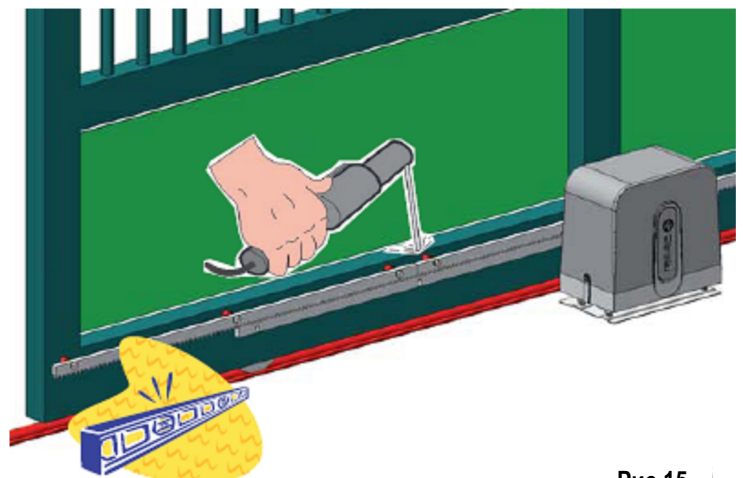

Рис.15
5. Следующая рейка помещается рядом с установленной с помощью куска рейки (рис. 15) для синхронизации зубьев обеих реек.